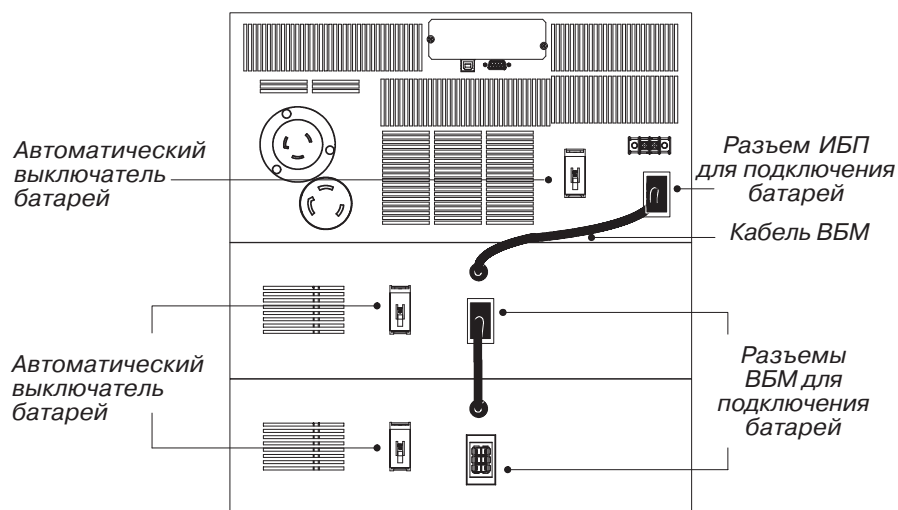

Рисунок 9. Типичное подключение ВБМ
1. Убедитесь, что все автоматические выключатели батарей находятся в положении Выкл. (0) (см. рис. 9).